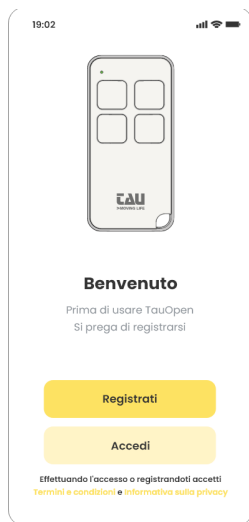

Fig. 1
- Una volta scaricata l'app, cliccare su "Registrali". (fig.1).
- Once the app has been downloaded, click on "Signup". (fig.1).
- Une fois l'application téléchargée, cliquez sur "S'inscrire". (Fig. 1).
- Sobald die App heruntergeladen wurde, klicken Sie auf „Registrieren“ (Abb. 1)
- Una vez descargada la aplicación, haga clic en "Regístrate". (Imagen 1)